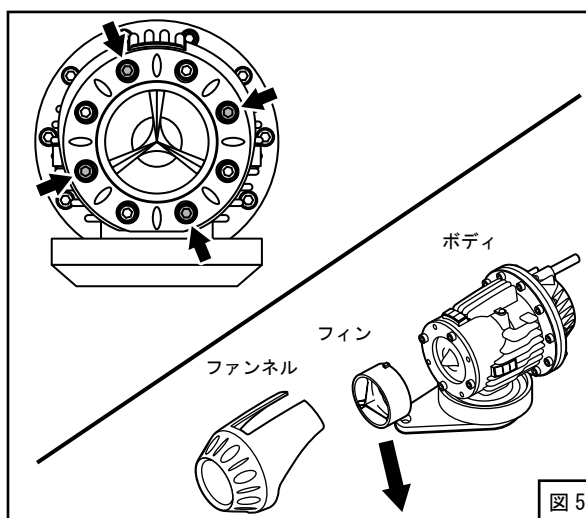

図 5
- (1) 図5の矢印で示す4本のボルトを外し、ファンネルとフィンを取外してください。（図5）